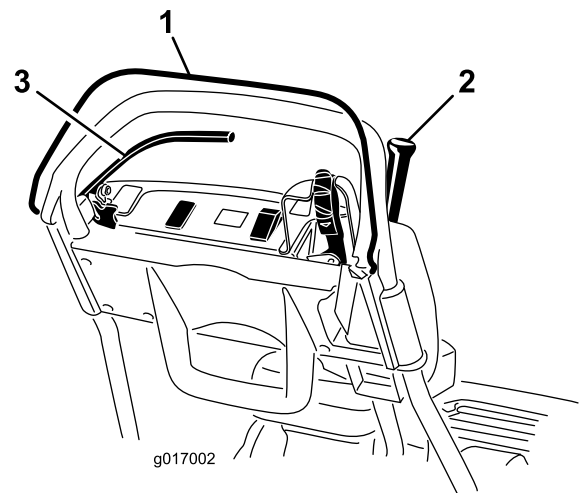

図 31
2. OPCを解除した状態で、走行レバーを入れる図31。レバーが入らなければ正常。走行レバーが入るのはインタロックシステムの異常であるから修理する。必ず修理してから使用すること。
3. OPCを押し、走行レバーを入れた状態からOPCを解除する図31。走行レバーが外れれば正常。走行レバーが外れないのはインタロックシステムの異常であるから修理する。必ず修理してから使用すること。
4. OPCを押し、シフトレバーを左に入れた状態から走行・リール回転にセットし、OPCを解除する図31。走行レバーが外れれば正常。走行レバーが外れないのはインタロックシステムの異常であるから修理する。必ず修理してから使用すること 走行インタロックスイッチの整備(ページ35)を参照。